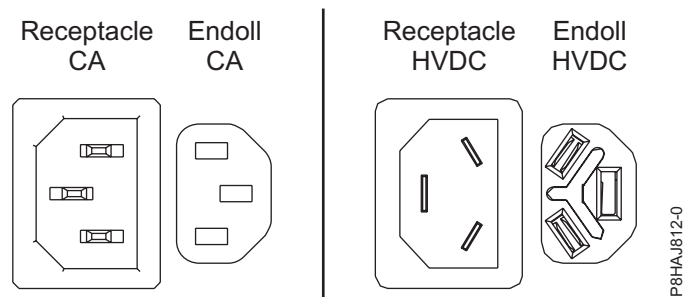
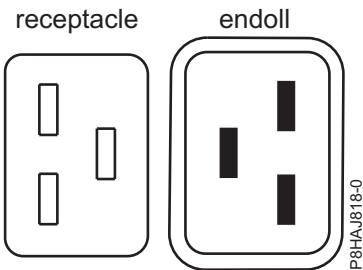
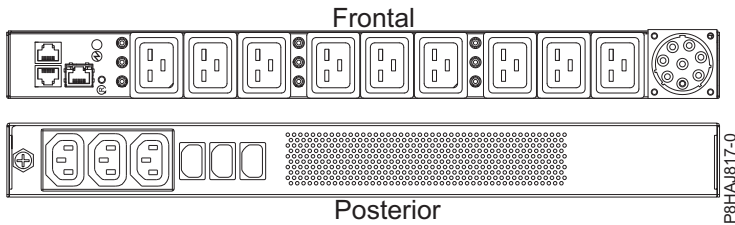

Figura 38. Connectors de CA i d'HVDC
Figura 39. Connectors per al sistema 8408-44E
Figura 40. PDU per al sistema 8408-44E
A la Figura 38 a la pàgina 54 es mostren els connectors admesos de corrent alternativa (CA) i de corrent directa d'alt voltatge (HVDC). A la Figura 39 a la pàgina 54 i a la Figura 40 a la pàgina 54 es